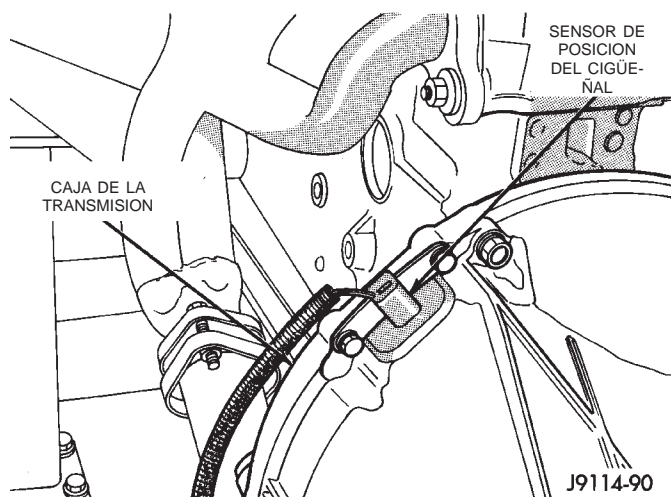

Fig. 34 Sensor de posición del cigüeñal
(12) Desconecte las mangueras de vacío y líquido según sea necesario.
(13) Retire la caja de cambios de la transmisión.
(14) Desconecte y retire el sensor de posición del cigüeñal (Fig. 34).